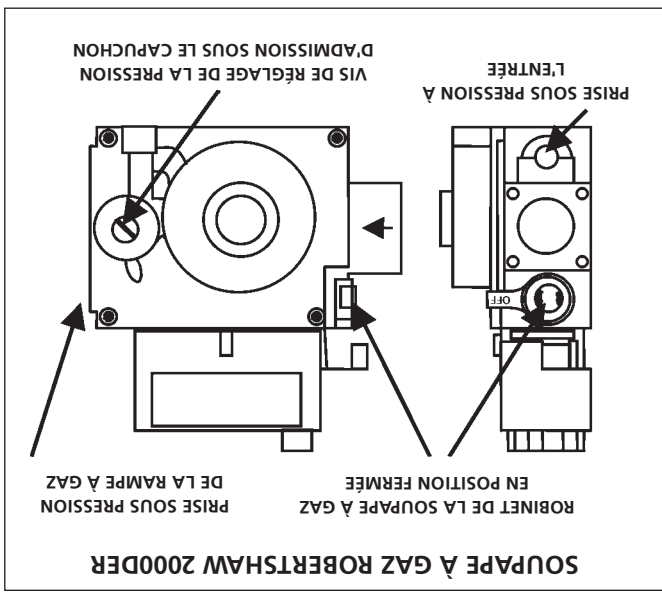

FIGURE 10
Une fois que vous avez vérifié et réglé la pression de canalisation vérifiez la pression d'admission. La pression d'admission exacte est indiquée sur la plaque signalétique de l'appareil. Voir **figure 10** pour l'emplacement de la vis de réglage de la pression du gaz. Un ensemble de conversion du gaz naturel au gaz propane liquéfié est nécessaire pour la conversion de l'appareil. Pour connaître la procédure de conversion, consultez les instructions d'installation fournies avec l'ensemble de conversion.
POUR LA SOUPAPE DE LA SÉRIE 2000ER DE ROBERTSHAW (FIGURE 10)
- Enforcez le bouton de la soupape à gaz; le bouton se mettra à la position « Off » (fermé). (Voir la figure 10)